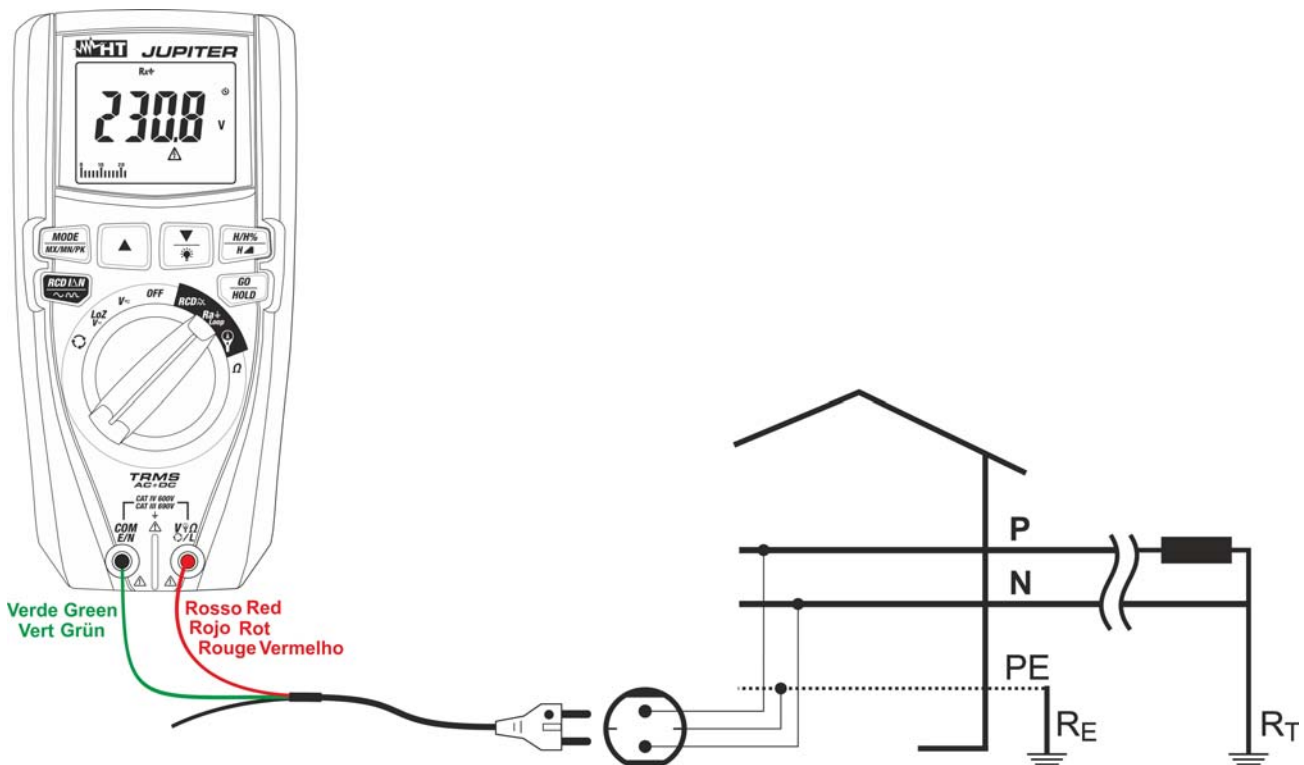

Fig. 23: Utilisation de l'instrument pour mesurer l'impédance de Loop L-PE avec câble avec prise Schuko.
5. **Pour mesurer la Loop L-PE** si on utilise le câble avec la fiche Schuko, introduire le conducteur rouge dans la borne d'entrée $V_{\Omega} \text{L}$ et le conducteur vert dans la borne d'entrée **COM/E/N** puis connecter l'instrument à l'installation sous test (voir Fig. 23). La valeur de la tension Phase-Terre apparaît à l'écran.